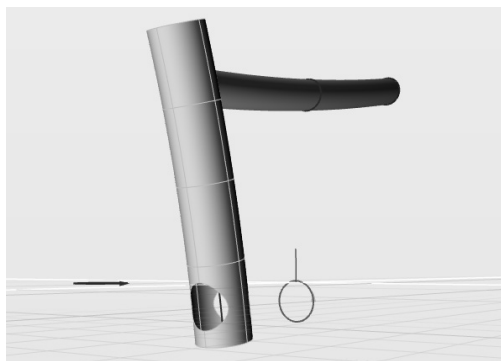

图 5-120 以曲线圆修剪管道曲面
2) 选择“修剪”工具, 以上一步创建的曲线圆对管道曲面进行修剪, 如图 5-120 所示。